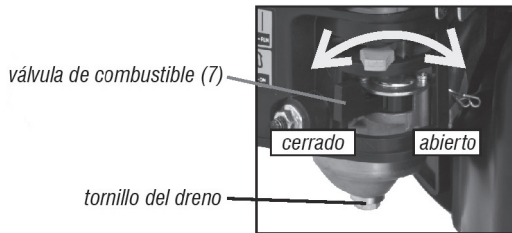

Fig. 13 - Tornillo del drenaje
- 2 – Posicione la válvula de combustible para posición OFF (cerrada) (fig. 13);
- 4 – Con auxilio de una llave retire el tornillo del drenaje (fig. 13);
5 – Posicione la válvula de combustible para posición ON (abierto) (fig. 13) y drene todo el combustible para evitar la formación de residuos en el sistema de combustible;